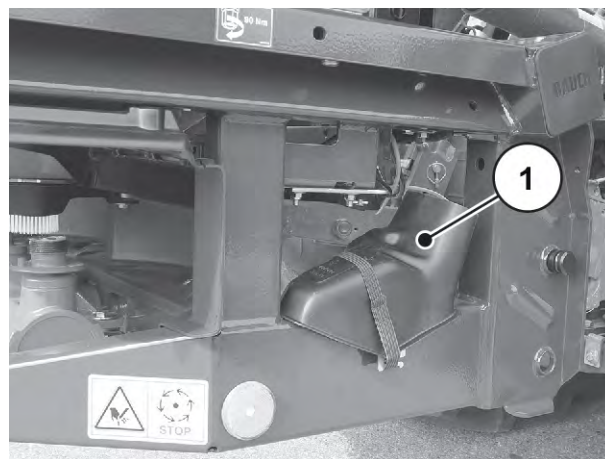

Fig. 35: Vridprovsglidbanans läge
- Tillhandahåll vridprovsglidbanan. Se *Fig. 35 Vridprovsglidbanans läge*